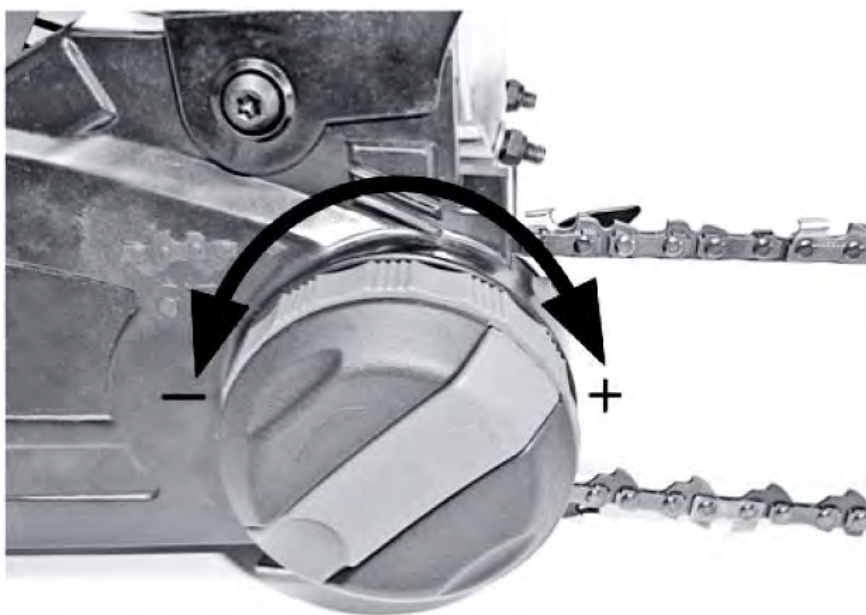

Рис. 8
- Отрегулируйте натяжение цепи с помощью вращения регулировочного диска (см. Рис. 8).